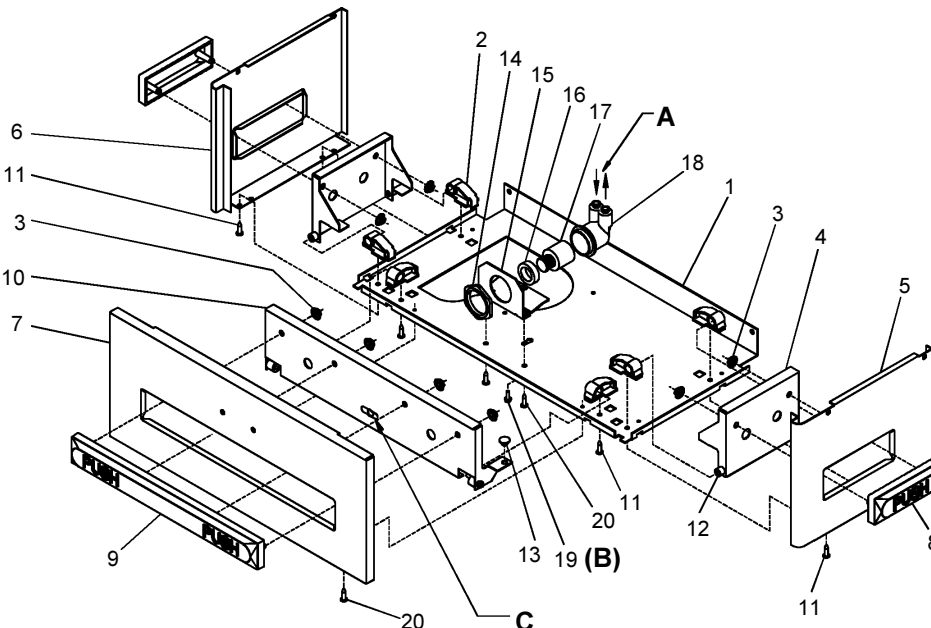

FIG. 4
- 8) Stream height is factory set at 45-50 PSI. If supply pressure varies greatly from this, adjust screw, accessible by removing front push panel (Item 7, Fig. 4). CW adjustment will raise stream and CCW adjustment will lower stream. For best adjustment, stream should hit basin approximately 6-1/2" (165mm) from bubbler.
- 9) Replace the front panel and secure by re-tightening two (2) screws.
- 8) Le niveau d'écoulement est réglé en usine à 45-50 PSI. Si la pression varie beaucoup de ce point, ajustez la vis que l'on peut atteindre en retirant le panneau avant (article 7, fig.4). Si vous ajustez dans le sens des aiguilles d'une montre, le jet augmentera et dans le sens contraire, le jet diminuera. Le meilleur ajustement est lorsque le jet frappe le bassin à environ 6-1/2" (165mm) du barboteur.
- 9) Remplacez le panneau avant et fixez le en place en resserrant les deux (2) vis.